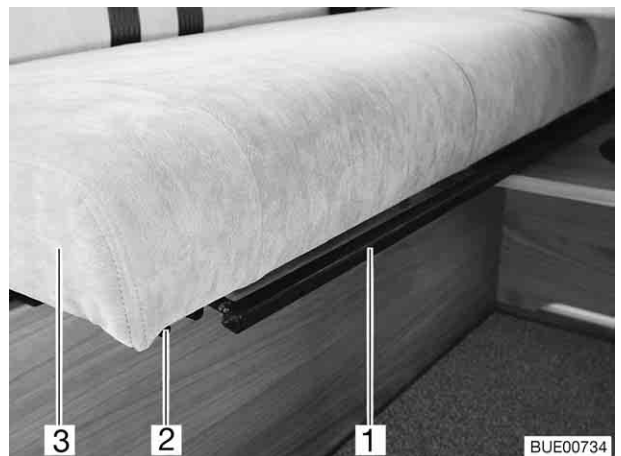

Fig. 208 Inclinaison du dossier de la banquette
- Tirer ou pousser l'étrier (Fig. 208,1) situé sous la surface de siège (Fig. 208,3) vers le haut et le maintenir dans cette position.
- Tirer avec précaution la surface de siège sur les rails (Fig. 208,2) jusqu'à la position souhaitée ou jusqu'à la butée.